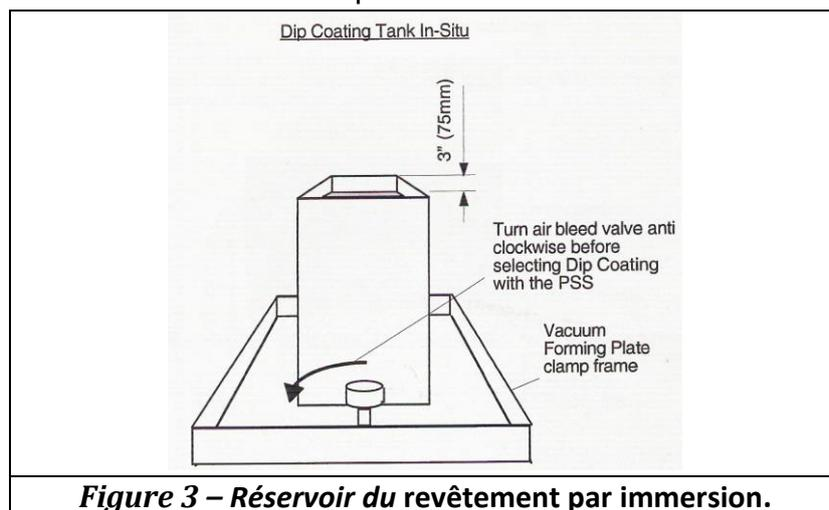

**Figure 1 – Poste de revêtement par immersion (fluidisation).**
- 5. Placer le réservoir dans la position de thermoformage (figure 1) ; et régler la vanne de purge d'air pour fluidiser la poudre ;